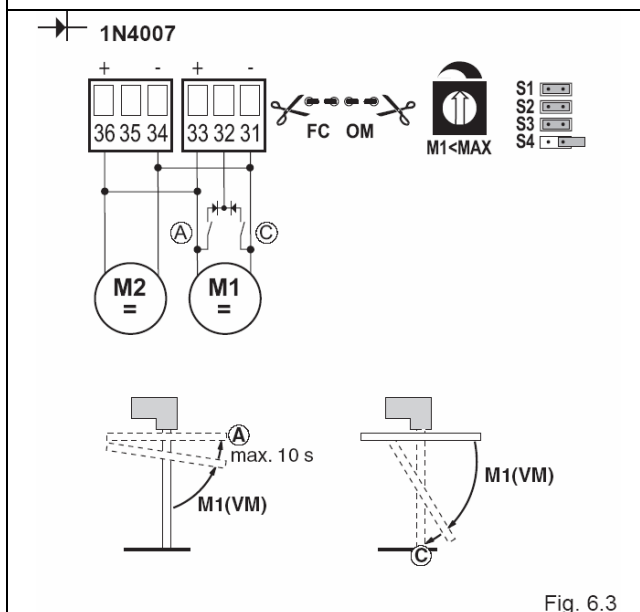

Fig. 6.3
- (Fig. 6.3) **Véghelyzeti végállás kapcsolókkal történő alkalmazás**